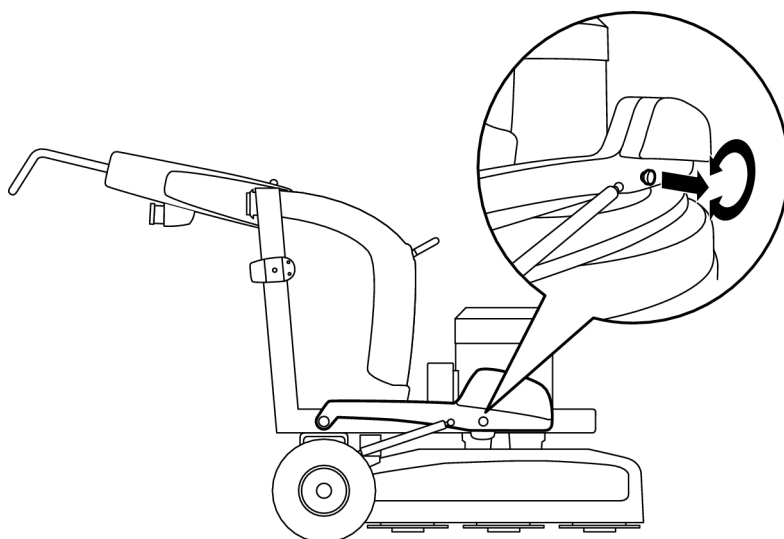

Figura 4-6. Pesi ripiegati in avanti
- Estrarre le singole coppiglie e bloccarle ruotandoli nella direzione indicata dalla freccia, vedere Figura 4-6, pagina 21.
Per aumentare la pressione di levigatura, e quindi l'azione della macchina, i pesi devono essere ripiegati in avanti, vedere Figura 4-6, pagina 21.